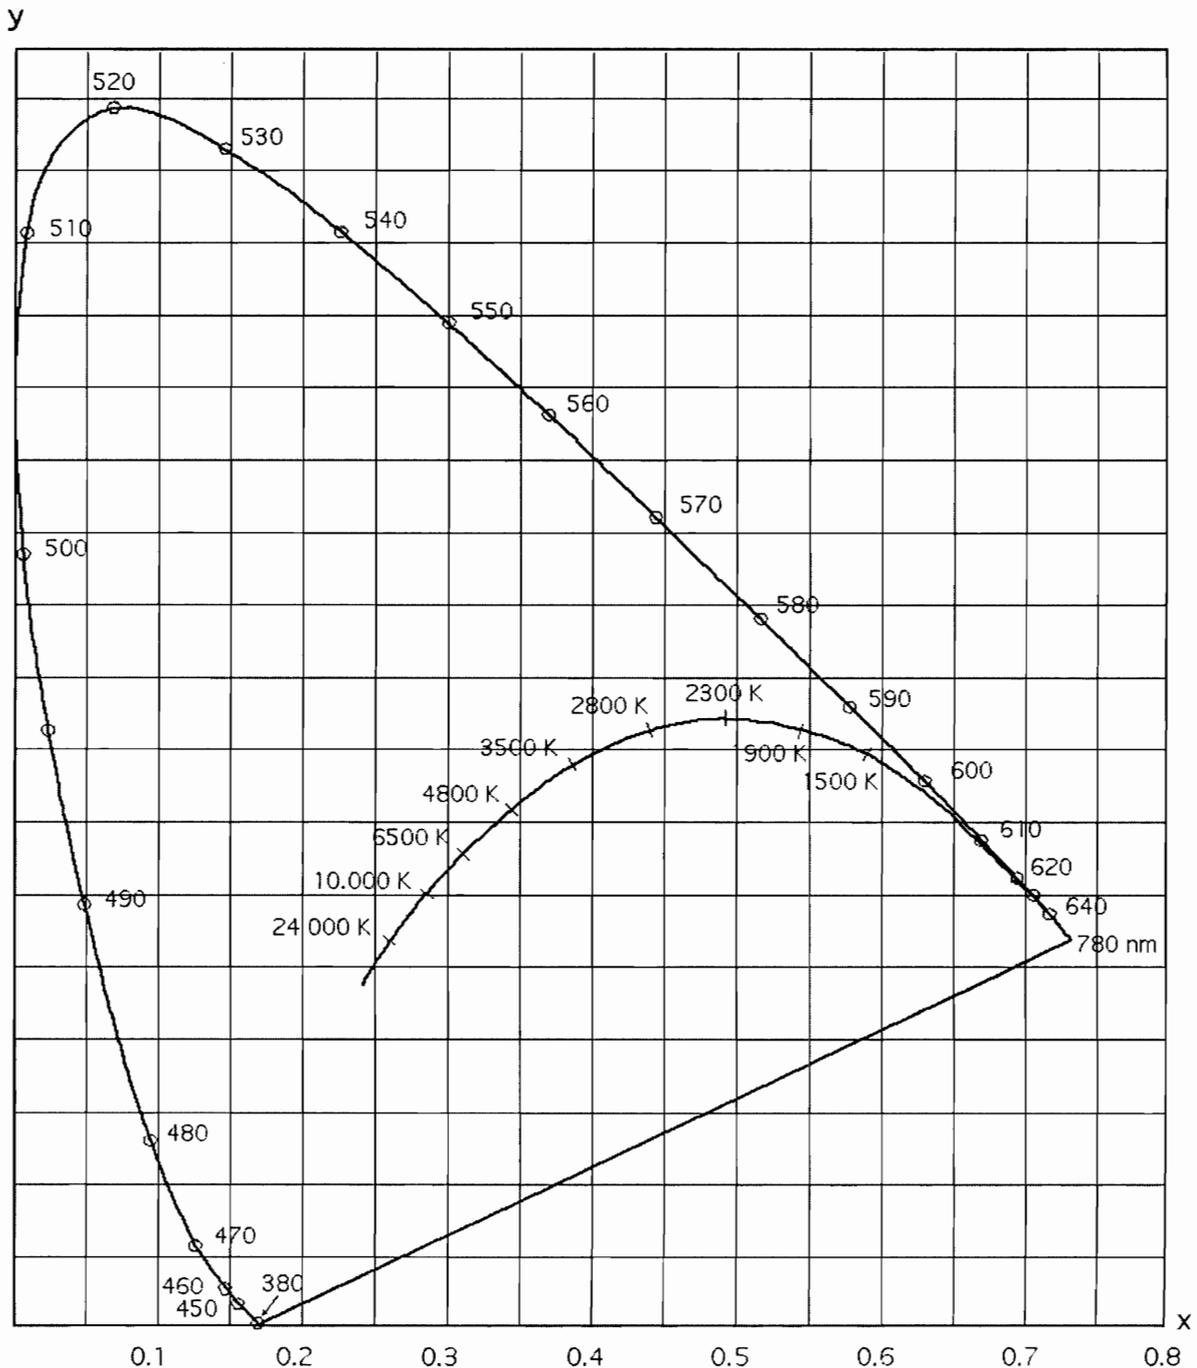

Figure 2 : diagramme de chromaticité
C.3.1. Sur le diagramme de chromaticité À RENDRE AVEC LA COPIE (**figure 2 de l'annexe**), placer le point M correspondant aux coordonnées du Red 4, ainsi que l'illuminant D_{65} .